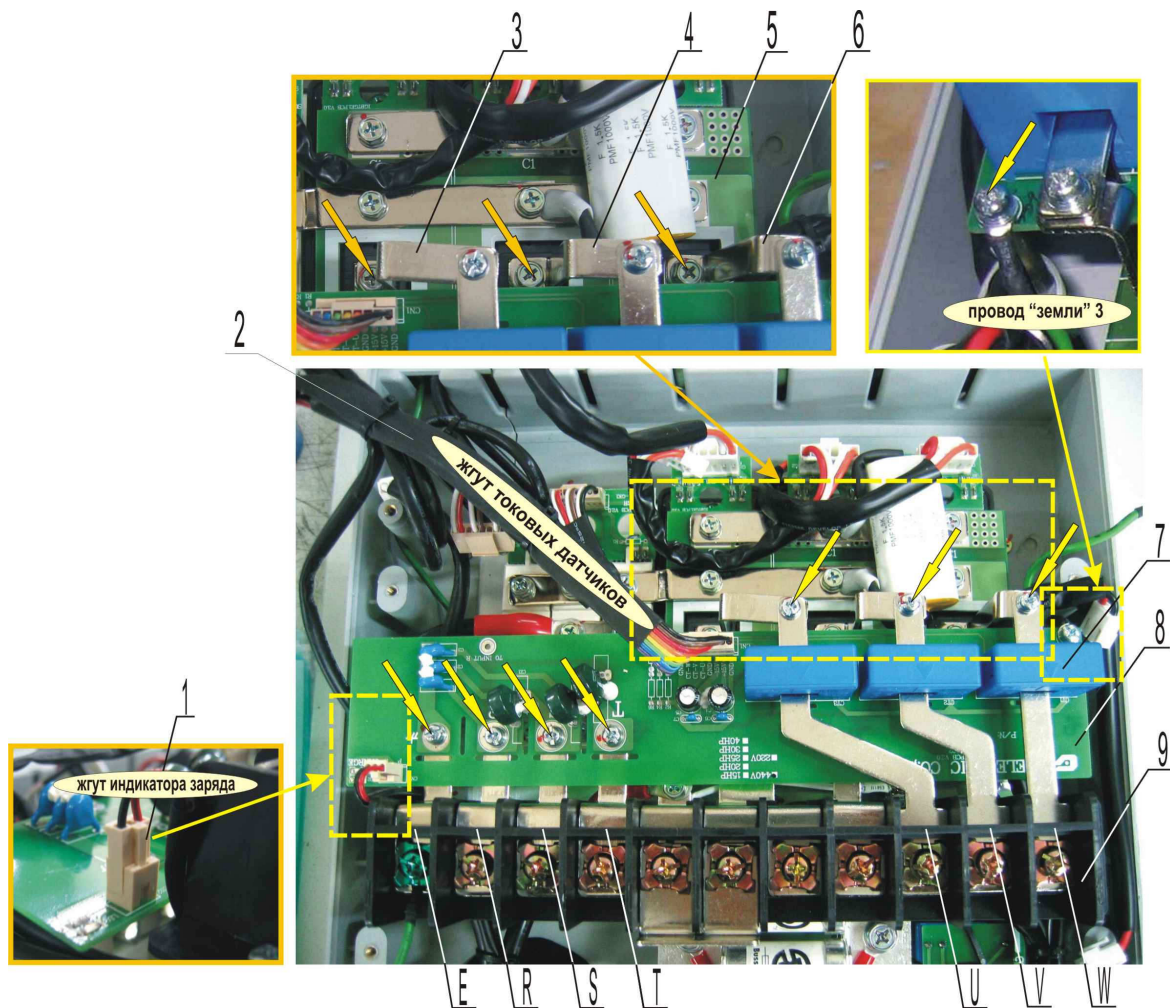

Рис. 7.21
7.11.1. Взять плату варисторов (табл.4.1, поз.4; рис.7.21, поз.8), установить ее на шины клеммной колодки, пропустив шины U, V и W через датчики тока (рис.7.21).
7.11.2. Вкрутить, не затягивая, винт крепления провода заземления к плате варисторов (рис.7.21).
7.11.3. Вкрутить, не затягивая, четыре винта крепления платы варисторов 8 к шинам E, R, S и T (рис.7.21).
7.11.4. Взять выходные шины U, V и W (табл.1.4, поз.17; рис. 7.21, поз.3, 4 и 6), прикрутить, не затягивая, тремя винтами М5х12 к контактам модулей IGBT (рис. 7.12).
7.11.7. Взять жгут токовых датчиков (Табл.4.1, поз.26; рис. 7.21, поз.2), соединить разъем жгута с разъемом CN1 платы варисторов (рис.7.21).
7.11.8. Соединить разъем жгута индикатора заряда 1 с разъемом CN2 на плате варисторов (рис. 7.21).